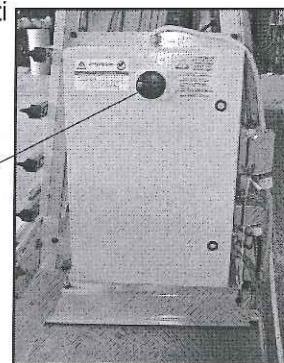

fig. 2
- prima di procedere ad una qualsiasi manutenzione o intervento sulla macchina non previsto come normale lavorazione portare a zero l'interruttore generale **G** fig. 2, chiuderlo a chiave e mettere la chiave in tasca